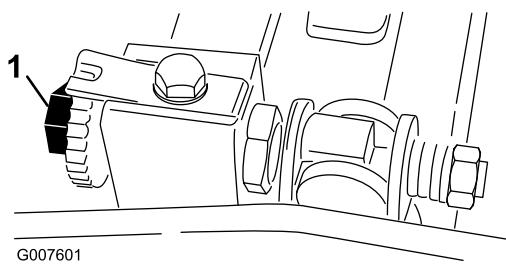
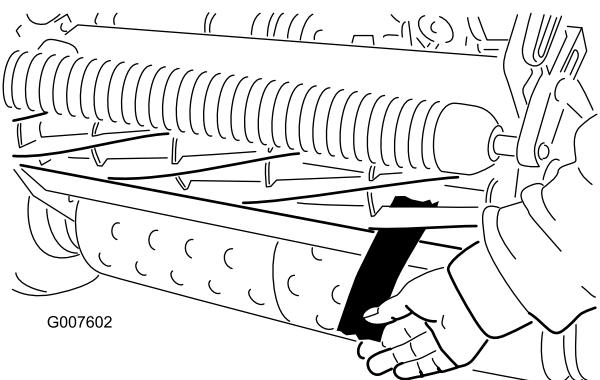

Figura 39
Figura 40
- Asegúrese de eliminar el contacto con el molinete girando los tornillos de ajuste de la barra de asiento en el sentido contrario a las agujas del reloj (Figura 39).
- En cada extremo del molinete, desde delante, inserte una tira larga de papel de periódico entre el molinete y la contracuchilla (Figura 40). Gire el molinete lentamente hacia adelante, y al mismo tiempo gire en el sentido de las agujas del reloj el tornillo de ajuste de la barra de asiento (en el mismo extremo del molinete), un clic a la vez, hasta que el papel quede ligeramente aprisionado cuando se inserta desde delante, paralelo a la contracuchilla, produciendo una ligera resistencia al tirar del papel (Figura 39)
- Cuando termine el ajuste, compruebe si el molinete 'pellizca' un papel cuando se inserta desde delante, y si corta el papel cuando se inserta en ángulo recto respecto a la contracuchilla (Figura 40). Debe ser posible cortar el papel con un contacto mínimo entre la contracuchilla y las cuchillas del molinete. Si se nota una resistencia excesiva del molinete (más de 0,79 Nm), será necesario afilar o amolar la unidad de corte para conseguir los filos necesarios para un corte de precisión (consulte el manual de afilado de molinetes de Toro).